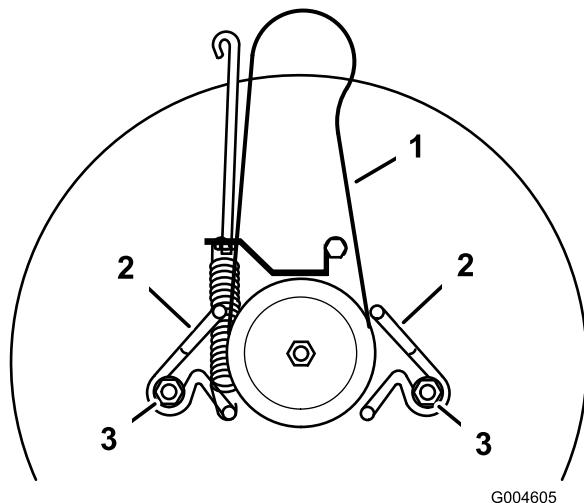

Figure 34
2. Desserrez les boulons de montage des guide-courroie et écartez ceux-ci de la poulie (Figure 34).
1. Installez la nouvelle courroie d'entraînement autour de la poulie et dans les guide-courroie (Figure 34).
2. Réglez les guide-courroie pour qu'ils se trouvent à 3 mm de la poulie. Serrez les boulons de montage (Figure 34).